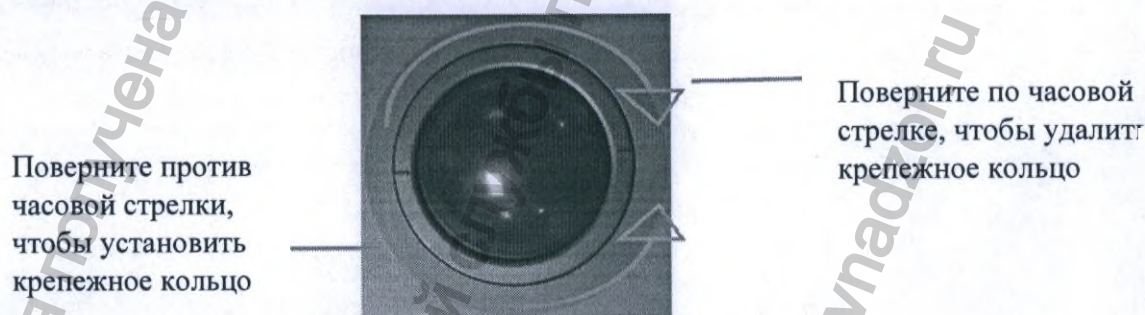

Рис. 16.3.1. Сборка и разборка трекбола
2. Снимите трекбол, как показано на рис. 16.3.1.